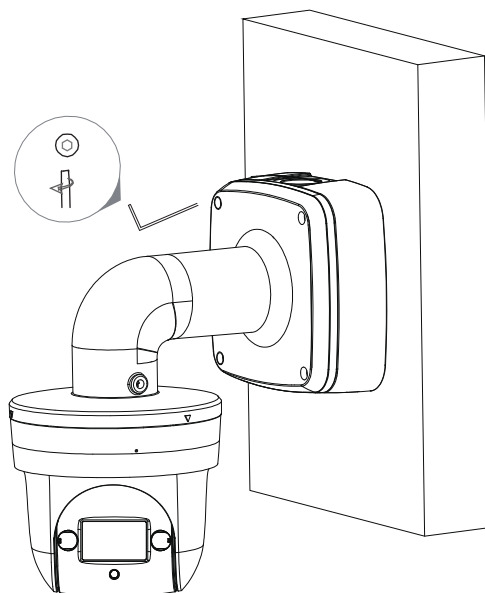

Рисунок 4.6 – Монтаж
11. Присоедините купол видеокамеры и затяните фиксирующие винты (Рисунок 4.6).
14. С помощью ключа S3.0 «Шестигранник» из комплекта поставки кронштейна затяните винты для фиксации (Рисунок 4.6).